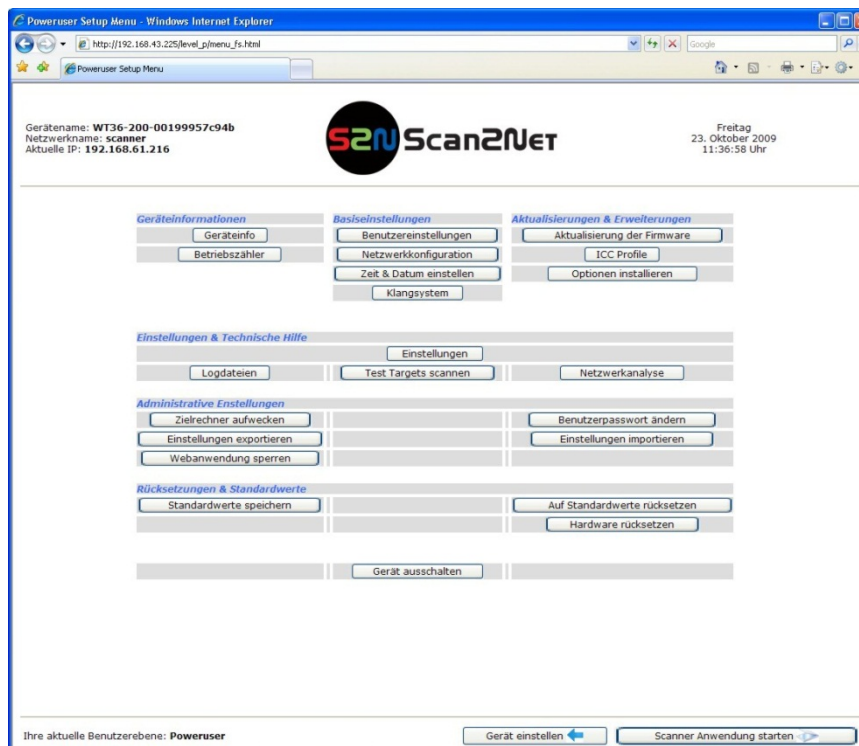

Abbildung 38: Poweruser Hauptmenü
**Hauptmenü** kehrt zum **Poweruser** Hauptmenü zurück (Abbildung 38).